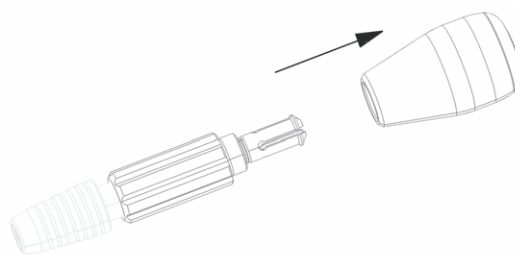

Рис. 8 Разборка рукоятки сверла
6.1 Рукоятка сверла (1)
- ▶ Надвиньте рукоятку на фланец против направления стрелки, см. Рис. 8.